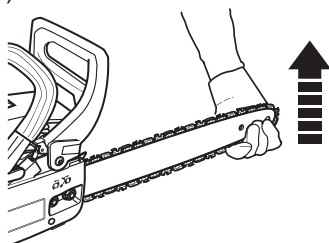

Fig. 8
2. Soulevez le bout du guide-chaîne (13) et maintenez-le relevé pendant que vous tendez la chaîne (Fig. 8).